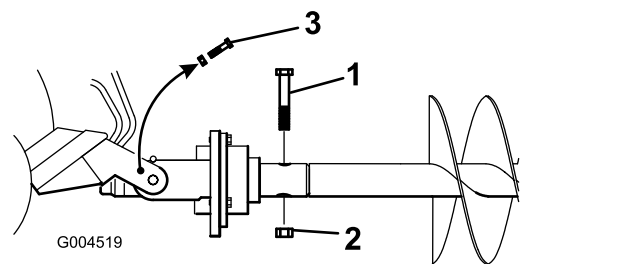

Рисунок 8
9. Прикрепите шнек к приводной головке с помощью болта (7/8 x 4-1/2 дюйма) и гайки (7/8 дюйма) (Рисунок 8).
10. Удалите с рычагов люльки болты и гайки, установленные при выполнении действий, показанных на Рисунок 1 (если применимо) и Рисунок 8.